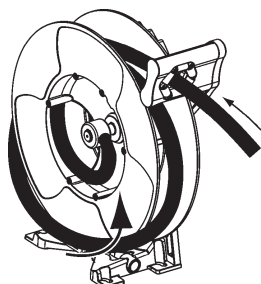

FIG 13.
2. Push the hose back through the hose outlet and make another loop on the spool (Fig. 13).
2. För tillbaka en del av slangens genom slangstyrningen och lägg en till ögla på rullen (Fig. 13).